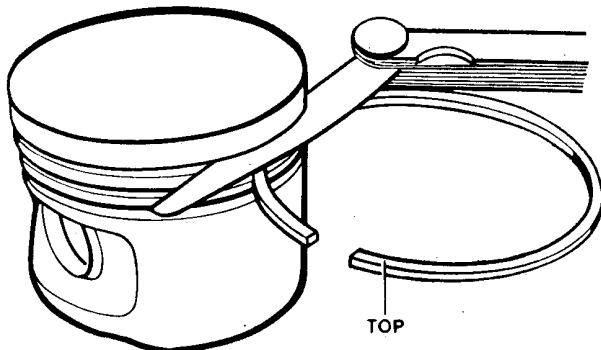
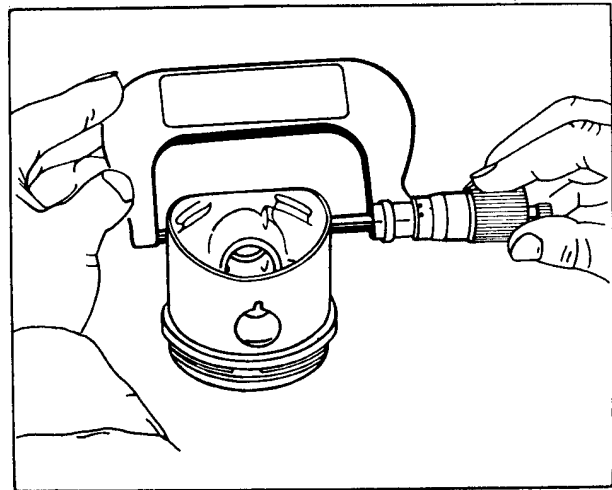

Bild M 17. Höhenspiel der Kolbenringe überprüfen
Bild M 18. Kolben überprüfen
- Höhenspiel überprüfen (siehe Bild M 17)
- (2) Kolbenbolzen
- (3) Sicherungsring
- (4) Kolben
- überprüfen (siehe Bild M 18)